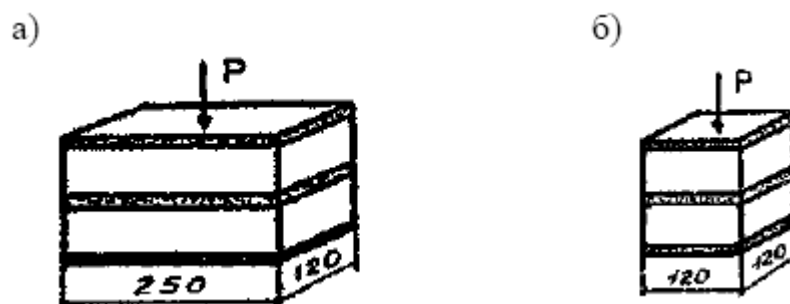

Рис. 1. Схемы испытания кирпича на сжатие:
- Нанесение выравнивающих слоев из цементного раствора делается в целях выравнивания поверхностей кирпича для плотного и правильного прилегания образцов к плитам пресса, чтобы приложенное усилие с верхней половинки на нижнюю передавалось всей площадью (рис. 1).